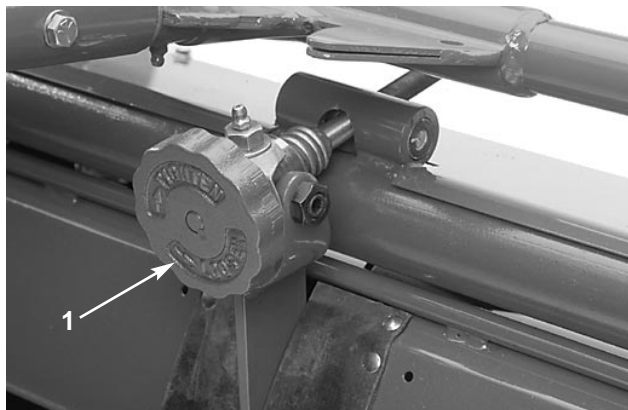
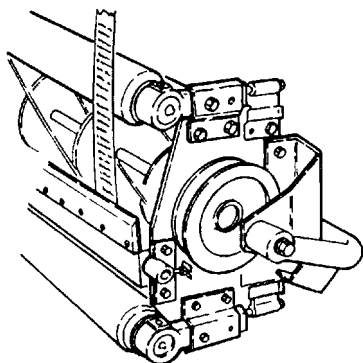

Fig. 45
Fig. 46
KNIVPLATEN JUSTERES PARALLELT MED SYLINDEREN (fig. 45–46)
- Fjern sylinderkontakten ved å dreie knivplatens justeringsknapp mot urviserne (fig. 45). Vipp klippeenheten for å komme til sylinderen og knivplaten (fig. 46).
- Løsne de to boltene på knivstangens justeringsinnretning (fig. 46).